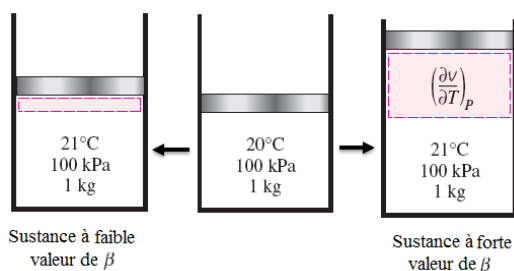

Figure 6.1 : Schéma montrant le sens physique du coefficient de dilatation isobare d'une substance
- Le coefficient de dilatation isobare  $\alpha$  qui mesure la variation du volume ( $V$ ) liée à la variation de la température ( $T$ ) à pression ( $P$ ) constante (Fig.6.1):